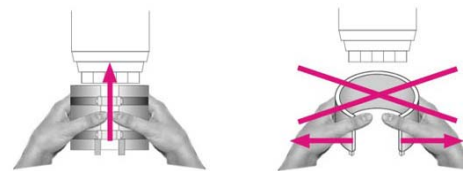

Рисунок 2
**ВНИМАНИЕ!** Категорически запрещается раскрывать подогреватель (см. рисунок 2) или надевать его